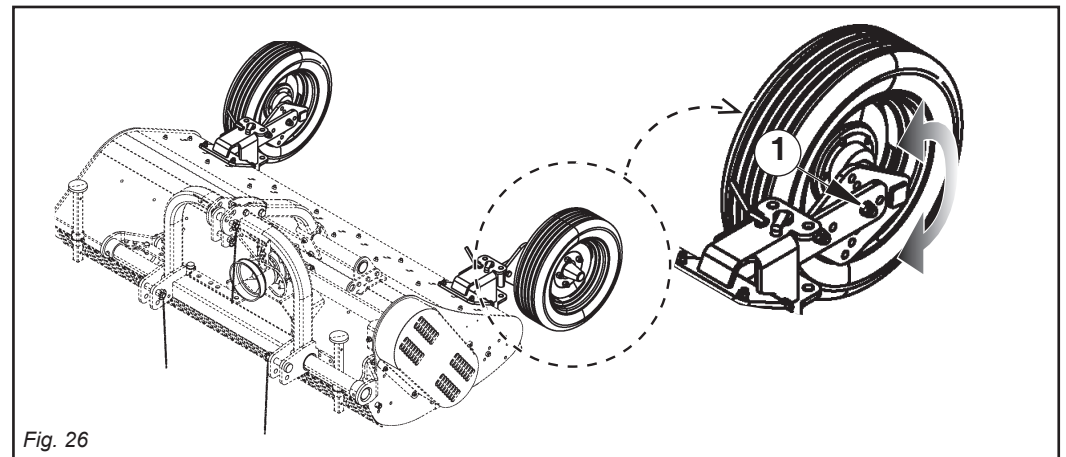

Fig. 26
- Regolare l'altezza di lavoro operando sulle ruote, svitando il bullone di tenuta, alzare la ruota all'altezza voluta, quindi reinserire il bullone nel foro prescelto (1 Fig. 26).
- *Set the working height by adjusting the wheels, unscrewing the holding bolt. Raise the wheel to the desired height then replace the bolt in the proper hole (1 Fig. 26).*
- Régler la hauteur de travail en agissant sur les roues, dévisser le boulon, lever la roue à la hauteur voulue et remettre le boulon dans le trou correspondant (1 Fig. 26).
- Durch die Räder kann nun die Arbeitshöhe beliebig eingestellt werden. Dazu ist der Stützbolzen aufzuschrauben, das Rad auf die gewünschte Höhe zu bringen, und der Bolzen in die derart gewählte Öffnung wieder einzufügen und festzuschrauben (1 Abb. 26).
- Regule la altura de trabajo mediante las ruedas, desenrosque el perno de retención, levante la rueda a la altura deseada e introduzca el perno en el agujero elegido (1 Fig. 26).